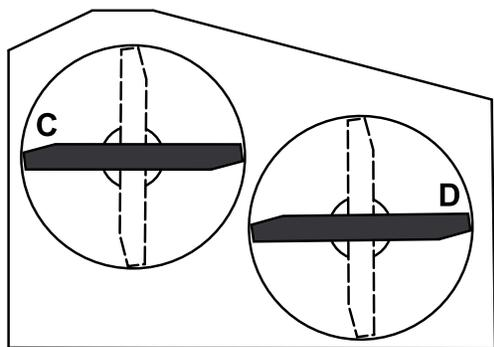

Figura 60
2. Coloque las cuchillas en posición lateral. Mida en las posiciones **C** y **D** desde una superficie nivelada hasta el filo de corte de los extremos de la cuchilla (Figura 60).